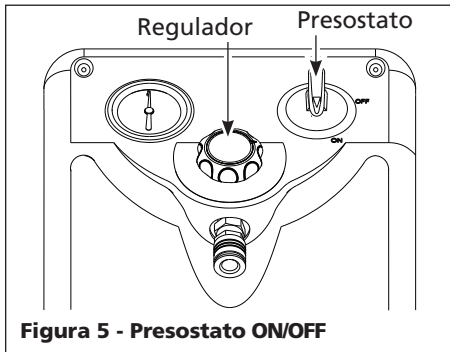

Figura 5 - Presostato ON/OFF
- Presostato** - Presostato ON/OFF (Figura 5) - En la posición ON (encendido) el compresor se apaga automáticamente cuando la presión del tanque alcanza el nivel máximo